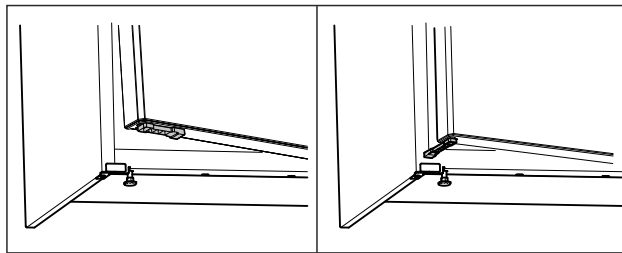

Fig. 59 *
- ▶ Faire tourner le limiteur d'ouverture de porte à 90°. (voir Fig. 59) *